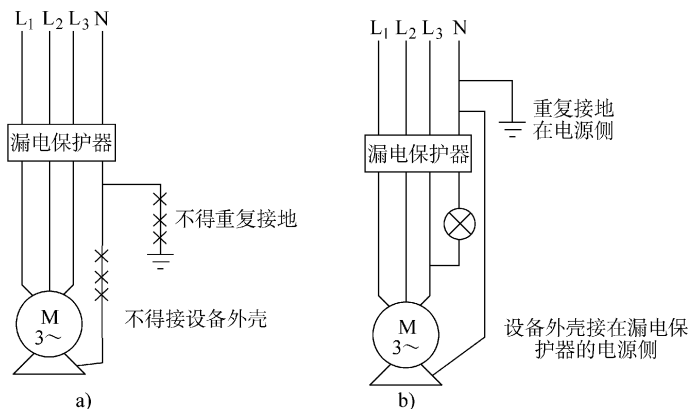

图 1-56 经过漏电保护器的中性线不可作保护线
7) 在接零系统，若使用单相或三相四线的漏电保护器，经过漏电保护器后，中性线必须与大地绝缘，不得兼作保护线使用，也不可重复接地，其重复接地只能在电源侧。如图 1-56 所示。